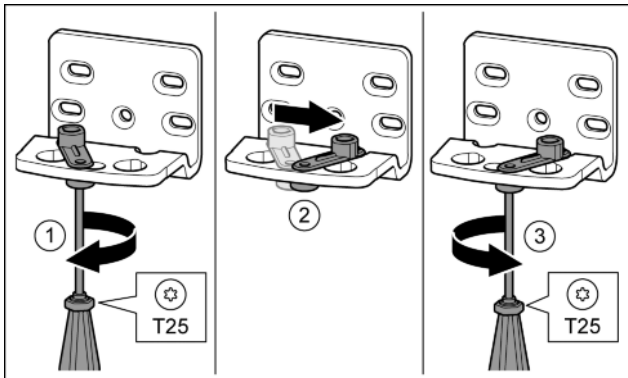

Fig. 15*
- ▶ Отпустить винт отверткой T25.* Fig. 15 (1)
- ▶ Приподнять фиксатор двери и, повернув на 90° вправо, вставить в отверстие.* Fig. 15 (2)
- ▶ Затянуть винт отверткой T25.* Fig. 15 (3)